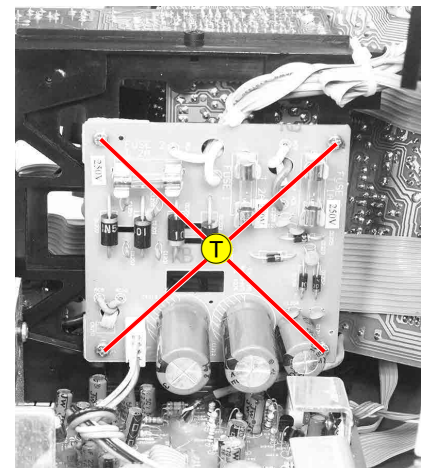

Fig. 11
- 4 Schrauben $\text{\textcircled{T}}$ (Fig. 11) herausdrehen.
- Undo 4 screws $\text{\textcircled{T}}$ (Fig. 11).